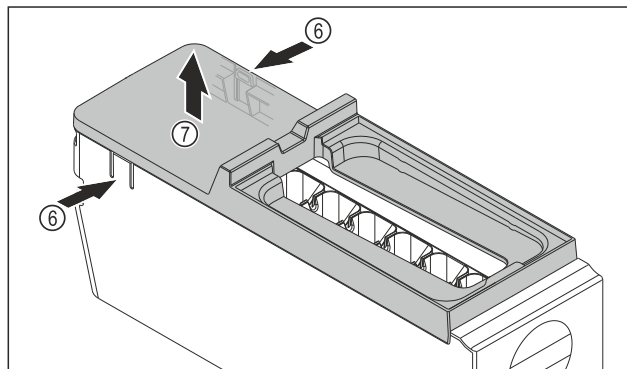

Fig. 132
- ▶ Снимите крышку корпуса EasyTwist-Ice: Надавите рукой на наклейки Fig. 132 (6) с обеих сторон корпуса EasyTwist-Ice.
- ▶ Другой рукой снимите крышку Fig. 132 (7) по направлению вверх.